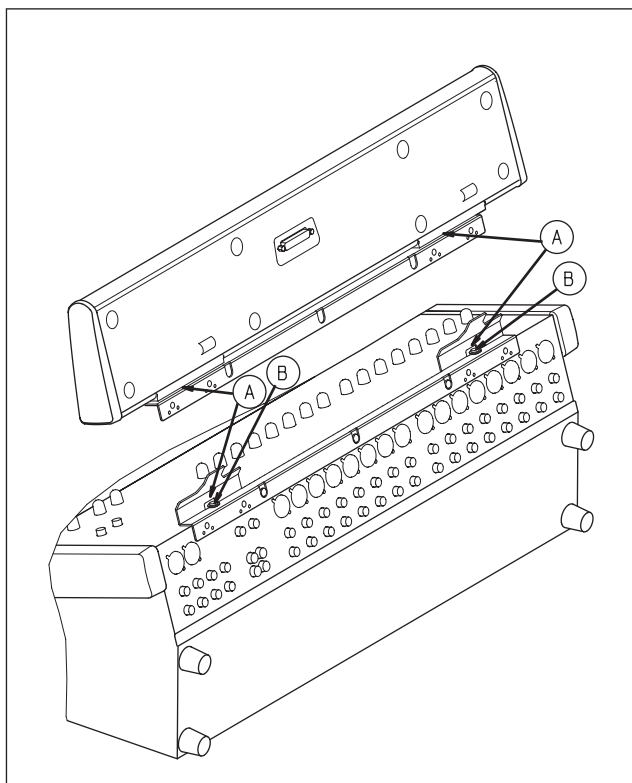

Figure 1: Positionnement du MU-1000
- 1 Positionnez le MU-1000 sur le dessus de la console numérique comme représenté dans la Figure 1, en vérifiant que les deux trous de la plaque de montage (A) sont bien en face des